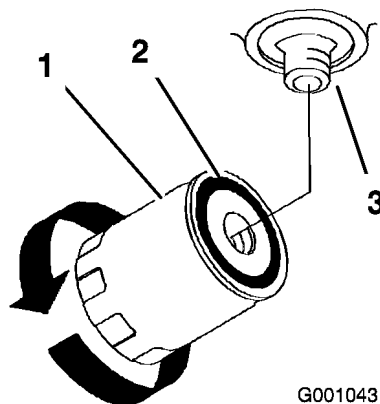

Figura 62
4. Aplique una capa fina de aceite hidráulico a la junta de goma sobre el filtro nuevo (Figura 62).
6. Llene el depósito de aceite hidráulico con aceite hidráulico hasta que éste rebose por encima del filtro, gire el filtro en el sentido de las agujas del reloj hasta que la junta de goma entre en contacto con el adaptador del filtro, luego apriete el filtro media vuelta más (Figura 62).